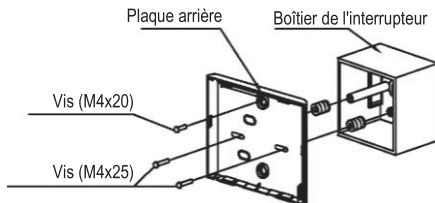

Fig. 3-6
- Pour un montage encastré par l'arrière, fixez la plaque arrière au boîtier de l'interrupteur avec 2 vis (M4x20), puis fixez l'ensemble au mur avec 1 vis (M4x25). (Fig. 3-6)